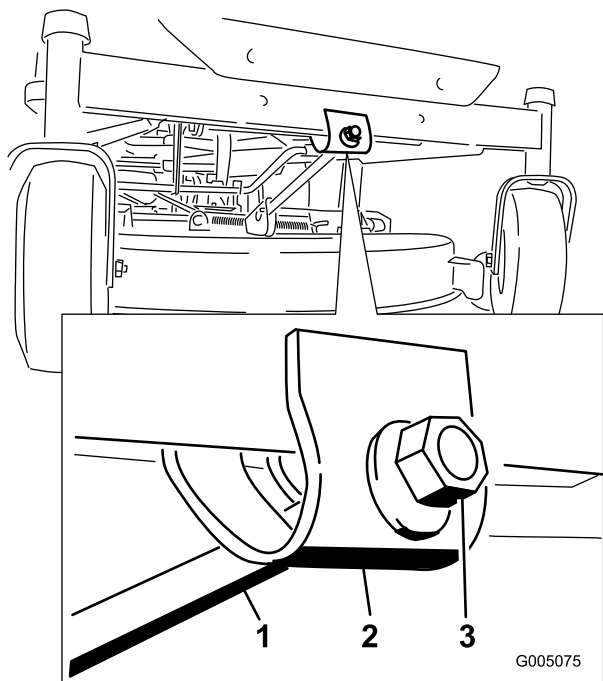

Figure 42
- Pour régler l'inclinaison avant/arrière des lames, tournez l'écrou de réglage à l'avant du plateau de coupe (Figure 42).